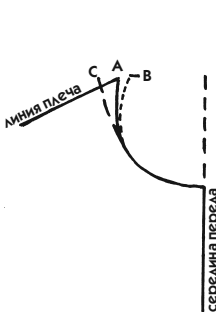
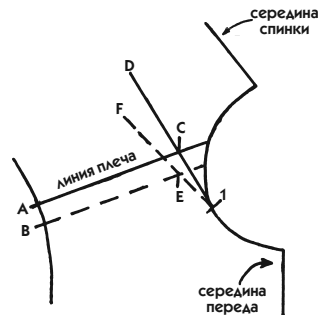

Рис. 446
Рис. 447
Линия стойки воротника может проходить выше вершины плеча на уровне горловины (см. рис. 447). В зависимости от расположения этой вершины по отношению к вертикали середины переда (рис. 446) отклонение прохождения линии стойки может значительно варьировать рисунок горловины. Надо знать, что для хорошей посадки воротника вокруг шеи степень отклонения этой линии не может превышать 3 см.
1. **Различные линии горловины.** Задание выполнять не требуется, но внимательно прочтите объяснение. На рис. 446 представлены 3 примера:
2. **Местоположение плеча.** На рис. 447 сплошной линией показаны верхние части базового лекала лифа переда и спинки, соединенные по линии плеча А.